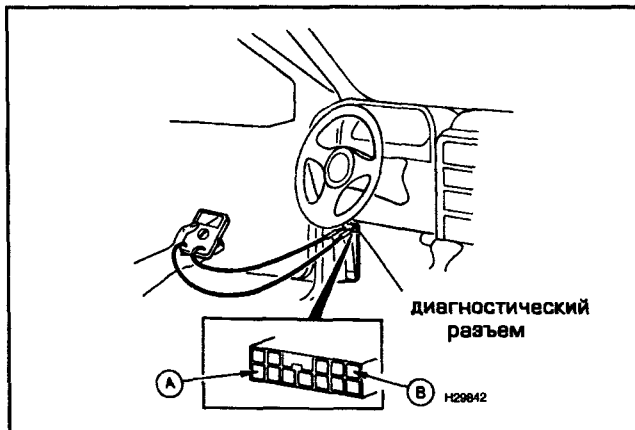

Рис. 14.2. Подключите вольтметр к гнездам А и В диагностического разъема
- 1 Подсоедините аналоговый вольтметр к гнездам А и В диагностического разъема (см. рис. 14.2).